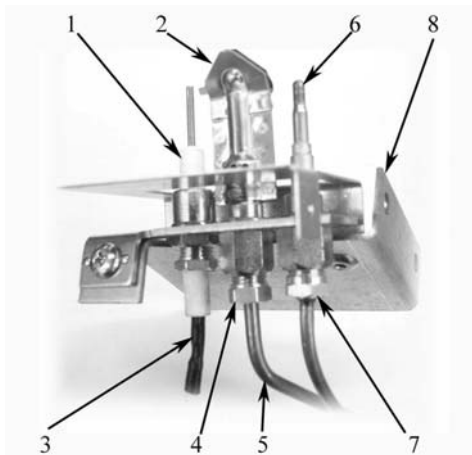

Abb. 7
- Den Anschluss des Thermoelements (Pos. 7 auf Abb. 7) abschrauben und vom Körper der Zündflamme abziehen;
- Die Mutter der Gasleitung der Zündflamme (Pos. 4 auf Abb. 7) abschrauben;